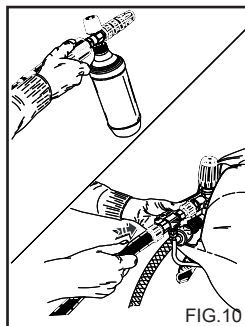

FIG.10
BRUK AV SETT FOR VASKEMIDDELOPPSUGING (fig. 10). (Ekstraustyr)
- 2) Fjern forlengelsen fra håndtaket og sett inn dobbeltlansen eller lansen med regulerbart hode, start høytrykksvaskeren og kommandoen for oppsuging av vaskemiddelet på lansen (fig. 10 - 12) og sprut på overflaten som skal vaskes nedfra og opp. La virke i noen minutter.